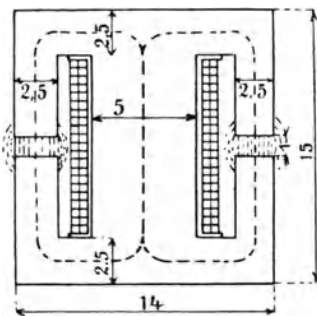

Fig. 47.
152. Ein aus Blechen zusammengesetztes Gestell von nebeneinanderstehenden Abmessungen ist mit 200 [300] (500) Windungen bewickelt, wobei in dem bewickelten Querschnitt 125000 [150000] (250000) Kraftlinien erzeugt werden sollen. Welche Stromstärke ist hierzu erforderlich, wenn die Dimension senkrecht zur Papierebene 5,88 cm beträgt? (Fig. 47.)